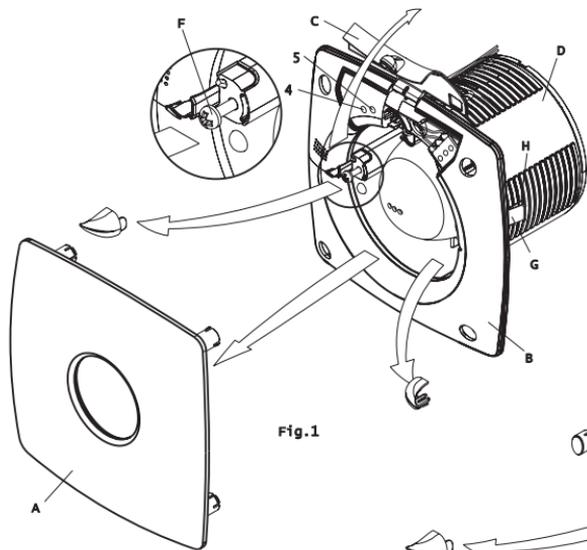

Fig. 1
Para quitar la tapa frontal (A) tirar de la tapa hacia fuera. X-MART (Fig. 1), X-MART MATIC (Fig. 2)
Zum Abnehmen der Frontabdeckung (A) die Abdeckung nach vorne abziehen. X-MART (Fig.1), X-MART MATIC (Fig.2). Legen Sie das Entladungsrohr (D) in das Loch in der Wand, der Decke bzw. der Mauer, durch die die Luft abgeführt werden soll. Befestigen Sie die Basis des Gehäuses (B) mit den im Lieferumfang inbegriffenen Dübeln und Schrauben. Man kann sie auch mit den 2 (Quickfit), an der Innenseite der Decke befestigen, indem man die Schrauben (F) lockert, damit die Keile (G) in der Unterbringung (H) versteckt liegen und in das Rohrrinne eingeführt werden können. Ziehen Sie dann die Schrauben fest, bis die Keile (G) dafür sorgen, daß der Abzug fest am Entladungsrohr befestigt ist.
Pour enlever le couvercle frontal (A), tirer le couvercle vers l'extérieur. X-MART (Fig.1), X-MART MATIC (Fig.2).